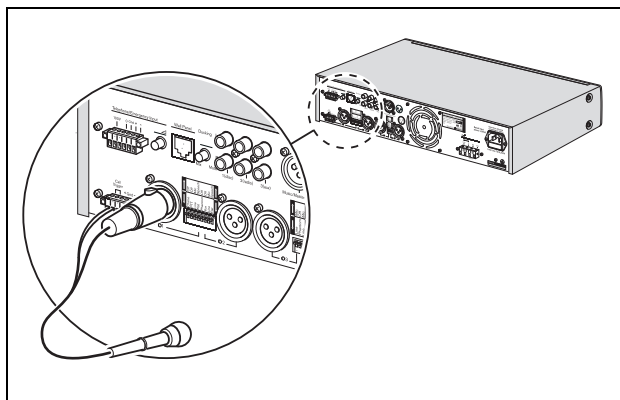

figura 4.2: connettore XLR con segnale di sincronizzazione
- Connettore XLR con segnale di sincronizzazione. Vedere figura 4.2.